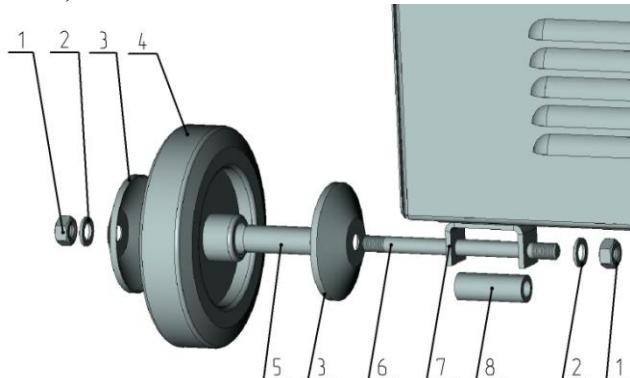

Рис.4 Установка колес
7.3.2.Установите выпрямитель на транспортировочные колеса как указано на Рис.4